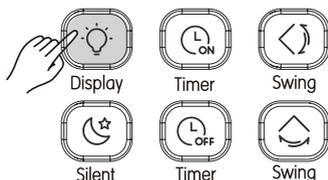

Рисунок 3.13
1. При включенном или выключенном пульте ДУ нажмите  (см. Рис. 3.13). Дисплей внутреннего блока загорается;